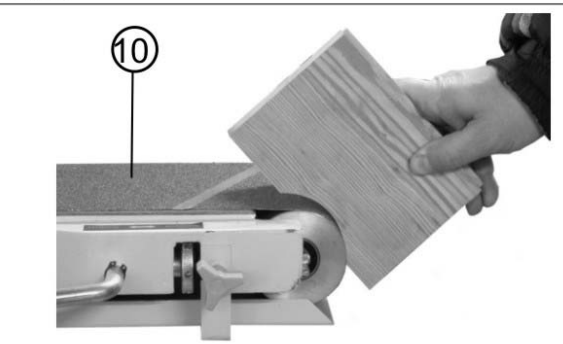

Рис.10
Выполняется перед шлифовальной лентой (10) для получения дуги, Рис. 10.